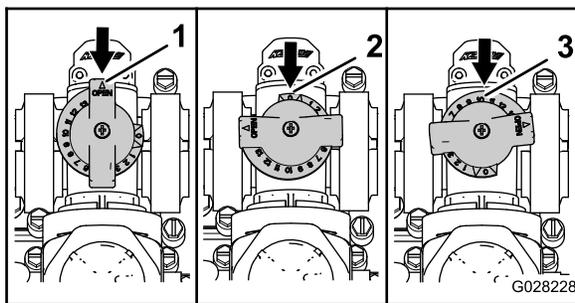

図 108
- 攪拌バイパスバルブが全開位置: 図 108。
- 攪拌バイパスバルブが閉(0)位置: 図 108。
- 攪拌バイパスバルブが中間位置システム水圧に合わせて調整された状態: 図 108。